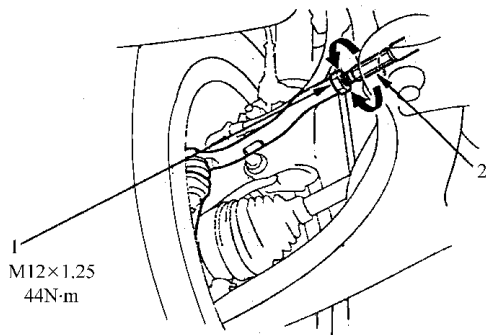

图 6-7 松开锁紧螺母
3) 如图 6-7 所示, 夹住转向横拉杆, 松开锁紧螺母。